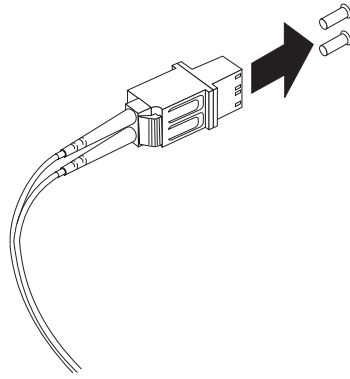

Figura 24. Extracción de las capuchas de protección del adaptador de cable LC-SC
3. Extraiga las dos capuchas de protección del extremo del conector LC del cable LC-SC, tal como se muestra en la Figura 24 en la página 31. Conserve las capuchas de protección para futuros usos.